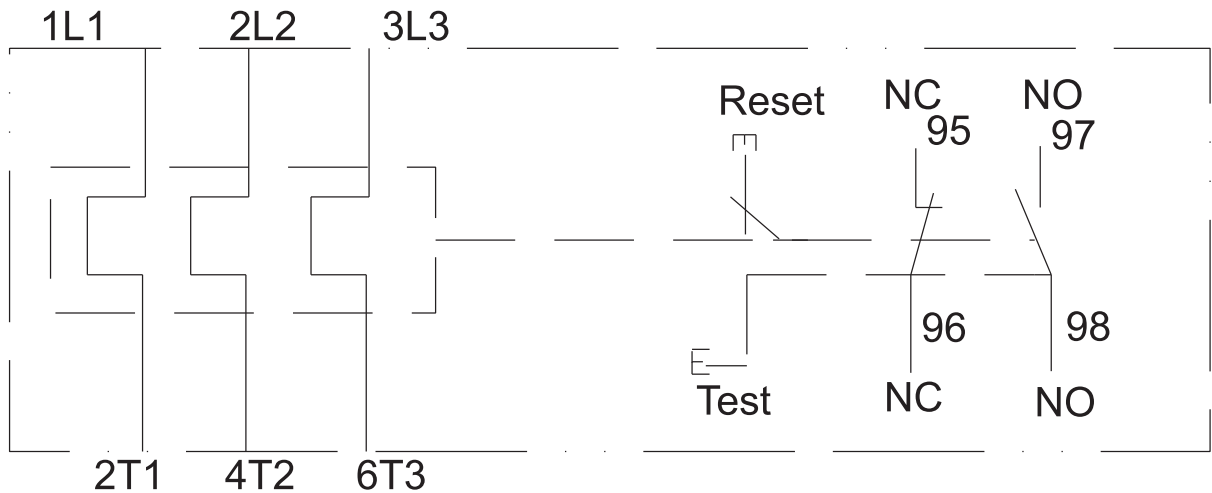
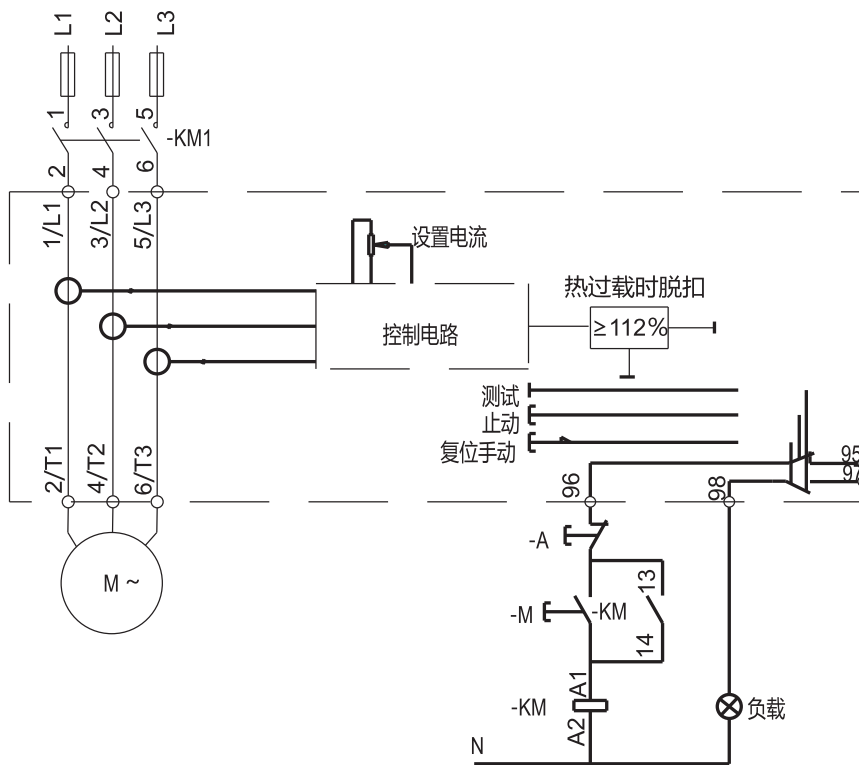

图1 内部结构电气示意图
图2 线路示意图
4.1.1 热继电器0.11A~110A(RDR7-12、18、32、50、75、110)的动作机构为拉簧式快动跳跃式机构,手动/自动切换开关、停止按钮、双金属片、滑板、常开触头、常闭触头等结构,其内部机构电气示意图见图1;热继电器60A~800A(RDR7-170、300、500、800)为电子式,主要由铁芯、线圈、衔铁、触点簧片、外壳等组成其线路示意图见图2。